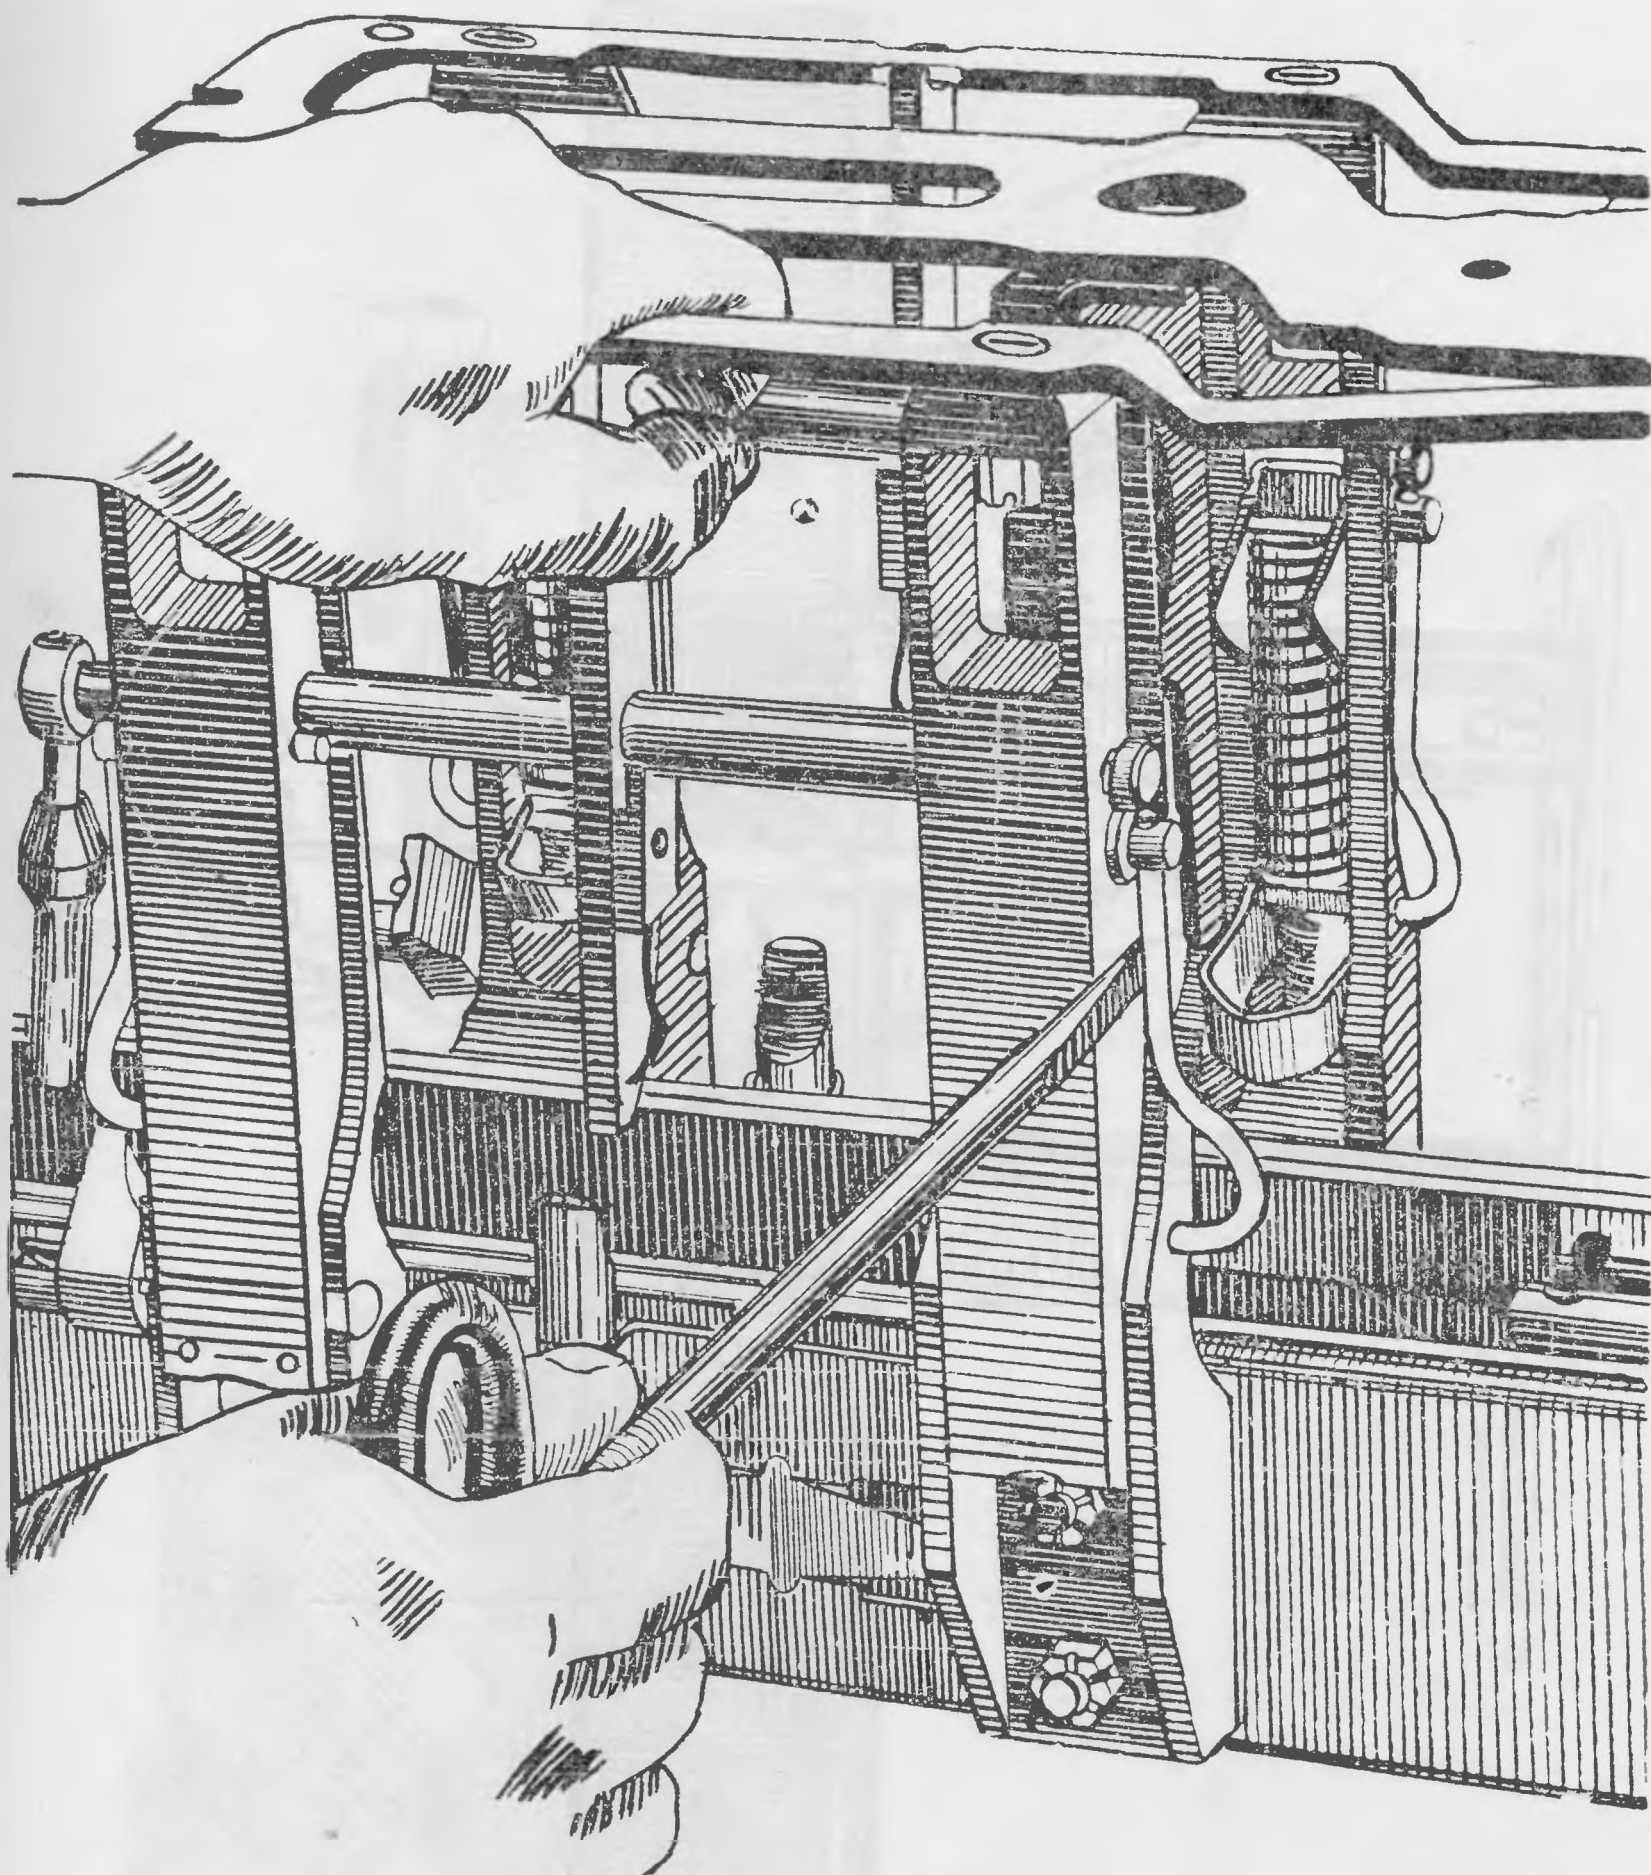

Рис. 7.8
3) извлеките поочередно с помощью отвертки и молотка (при необходимости) оси передних пальцев и фиксаторов (рис. 7.8);